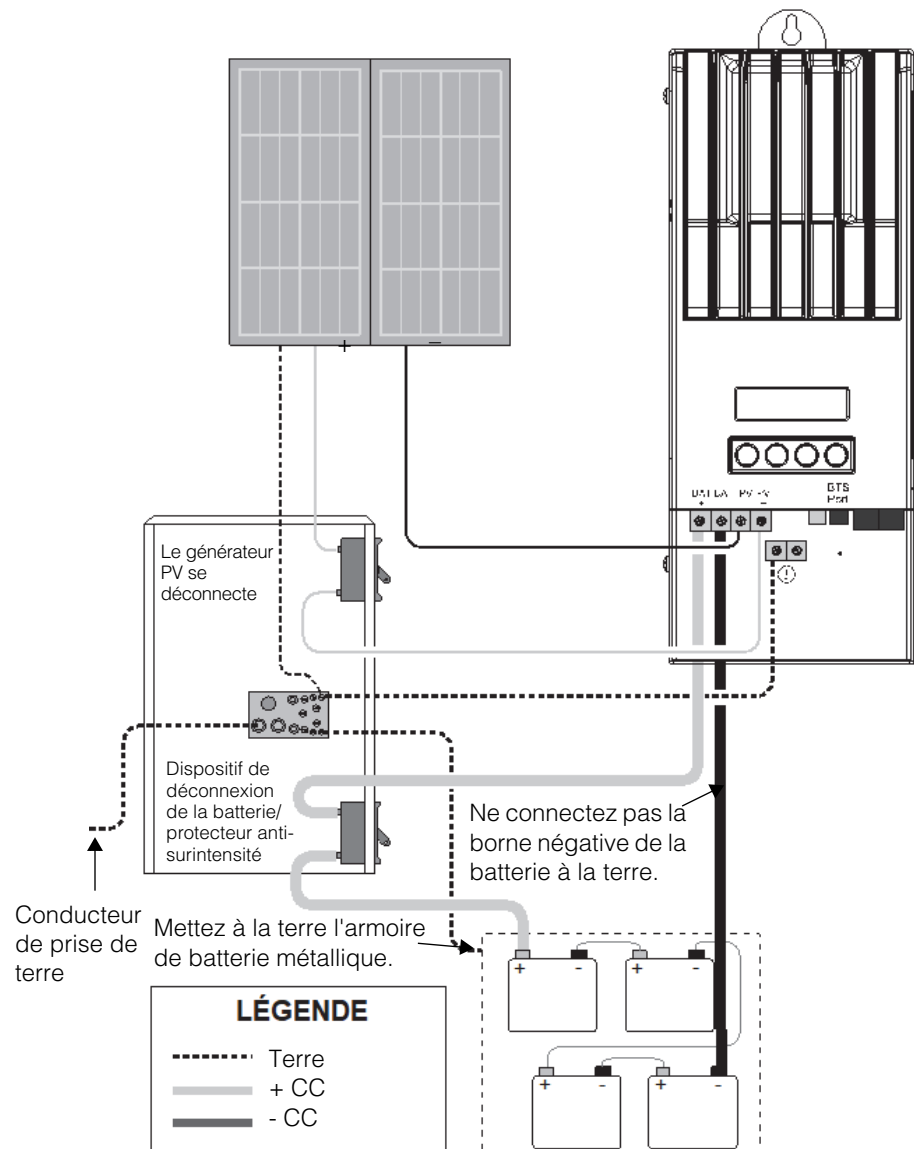

Figure 2-9 Câblage d'alimentation du
La procédure suivante est illustrée dans Figure 2-9.
Ne connectez pas la borne négative de la batterie à la terre. Ceci désactive la mise à la terre PV interne de l'unité. Pour en savoir plus, reportez-vous à la section « Mise à la terre », page 2-9. Figure 2-9 indique l'acheminement correct de la borne négative de la batterie.
2. Mise à la terre du contrôleur de charge solaire. Connectez un conducteur de mise à la terre entre la patte de terre du contrôleur de charge solaire et la terre du système (voir Figure 2-9).